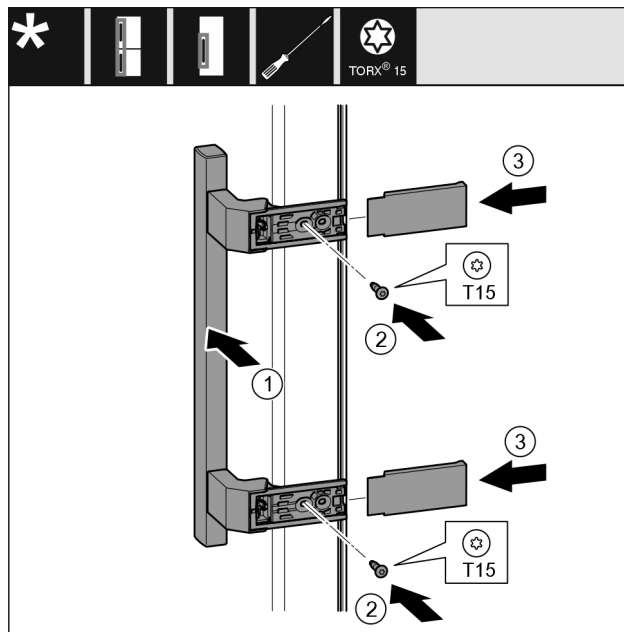

Fig. 20
- Vendosni dorezën Fig. 20 (1) në anën e kundërt.
- Mbërtheni fort vidat Fig. 20 (2) me kaçavidë.
- Vendosni kapakët mbulues Fig. 20 (3) anash dhe shtyjeni.